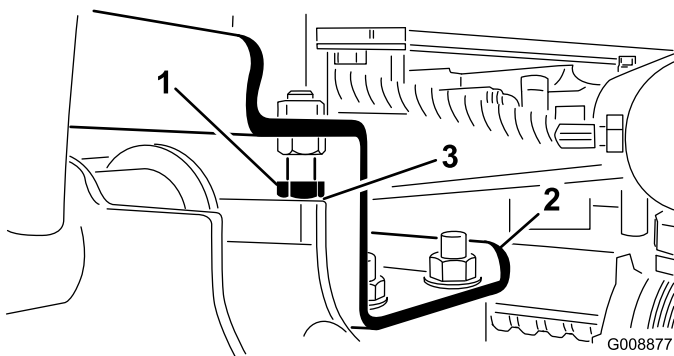

Рисунок 12
- A. Ослабьте затяжку стопорных винтов (Рисунок 12).
- 2. Убедитесь в том, что зазор между каждым подъемным рычагом и стопорным винтом составляет от 0,13 до 1,02 мм (Рисунок 12). Если зазор выходит за пределы данного диапазона, отрегулируйте стопорные винты для обеспечения необходимого зазора.